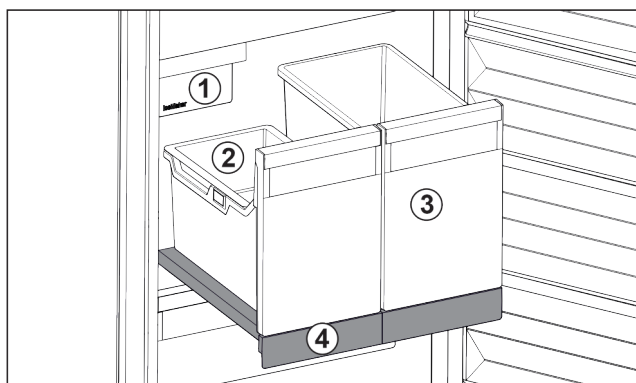

Fig. 122 Vyťahovacia polička s IceTower
- (1) IceMaker
- (2) Závesná miska na kocky ľadu
- (3) Nádoba napríklad na pizzu, alkoholické nápoje
- (4) Vyťahovacia polička
Na vyťahovacej poličke sú dve vysoké nádoby (IceTower). V nádobe Fig. 122 (2) sa hromadia a skladujú kocky ľadu z IceMaker. Nádoba Fig. 122 (3) sa hodí na skladovanie vysokých potravín, ako sú pizze alebo alkoholické nápoje.